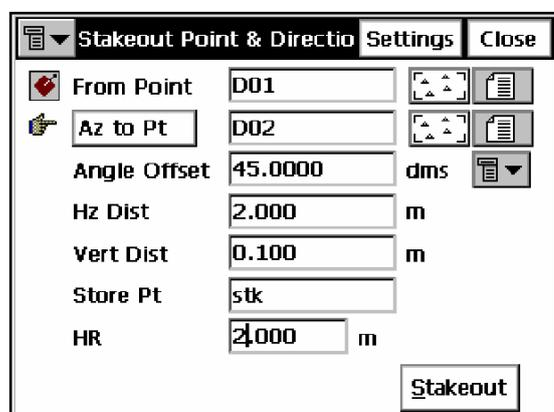

Рисунок 7-10. Вынос точки в направлении
2. В окне **Stakeout Point in Direction (Вынос в натуру точки в направлении)** введите имя начальной точки (известной), азимут на выносимую точку, заданный непосредственно или как угол, отсчитываемый от направления на некоторую другую точку (известную), угловое отклонение от известного азимута, смещение по расстоянию вдоль углового смещения на точку, отклонение по высоте, а также параметры антенны (в режиме GPS) или высоту отражателя (для режима тахеометра). В поле *Store Pt (Сохранить тчк)* введите имя выносимой точки. Нажмите кнопку **Stakeout (Найти)** (рис. 7-10).